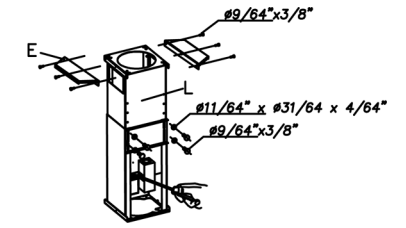
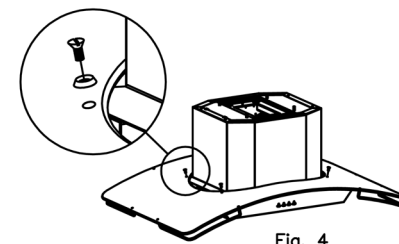

Fig. 3
Fig. 4
- Adjust the length of the telescopic structure and attached the two pieces with 8 screws and washers. Bear in mind that the minimum distance from working surface to the base of the hood should not be less than 22" (Fig. 3).
- Fix the piece to the canopy using the washers and screws supplied (Fig.4).
- Run three wires, two for the power supply and the ground wire, from the connection box on the canopy to a power connection point near the installation. See Fig. 3
- Limpieza del filtro de grasa:** En virtud del uso y como mínimo cada mes, los filtros de grasa deberán ser desmontados (Fig. 3) y (Fig. 4) y lavados en lavavajillas o en agua caliente y detergente. En el caso de utilizar lavavajillas, es recomendable colocarlos en posición vertical para evitar que los restos de comida se depositen sobre el mismo. Después de haberlos enjuagado y secado colocar-los nuevamente en su lugar, actuando de forma inversa al desmontarlos.